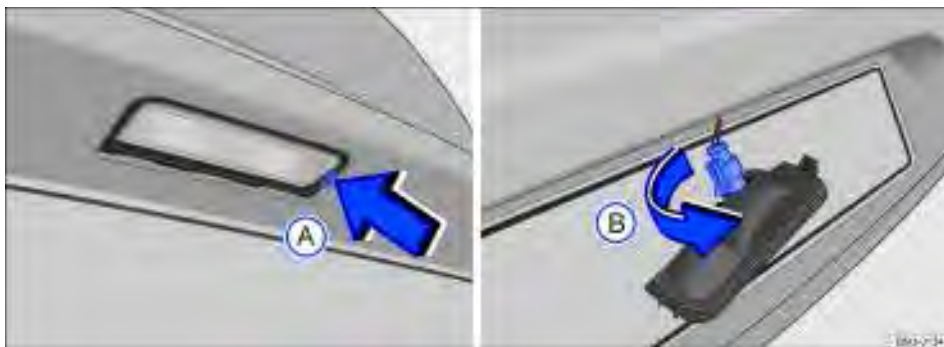

Fig. 187 No para-choque traseiro: remover a lanterna da placa de licença e o soquete da lâmpada.
2. Com o auxílio de uma chave de fenda, pressionar a trava ⇒ Fig. 187 (A) para remover o conjunto.
3. Girar o soquete da lâmpada no sentido da seta (B), e desencaixá-lo do alojamento.
7. Posicionar o soquete no alojamento e girar no sentido contrário ao da seta (B).